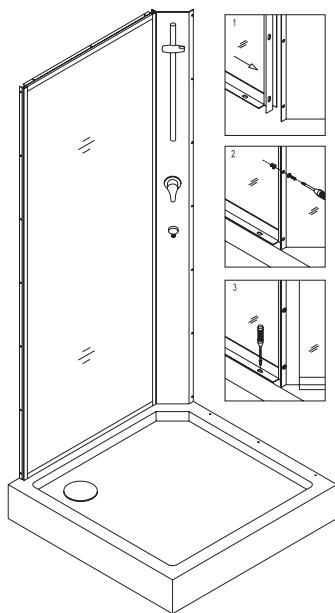

Рис. 3
3. Передвиньте душевой поддон (14), возьмите функциональную угловую панель (01), одну из боковых стеклянных панелей (02) и расположите их сверху душевого поддона. Постарайтесь установить боковую стеклянную панель так, чтобы отверстия в ее нижней части совпадали с отверстиями в пороге. Удерживая боковую стеклянную панель (02) в заданном положении, прикрепите ее к функциональной угловой панели (01) при помощи болта M4×16 (03). Выполнив данные действия, вы сможете зафиксировать собранную стеновую панель на душевом поддоне при помощи самореза ST4.2×30 (06). Рис. 3